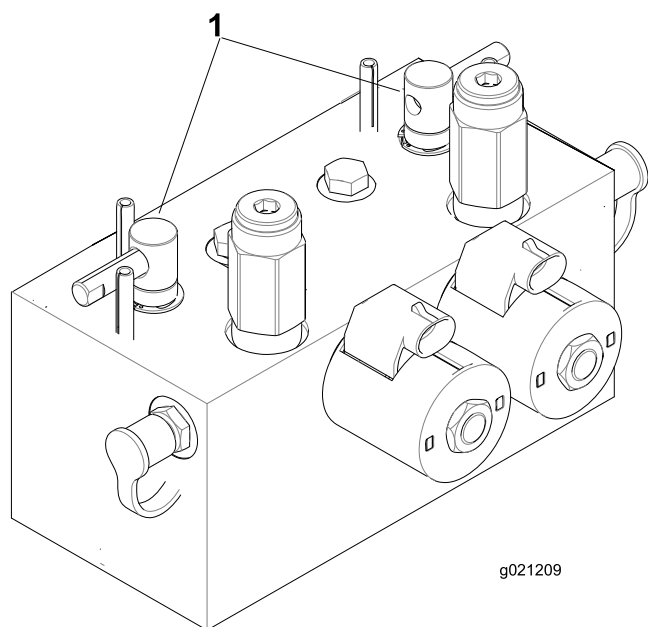

Figura 93
2. Desbloquee y levante el asiento para poder acceder a las palancas de autoafilado (Figura 93).
5. Seleccione la palanca de autoafilado correspondiente a los molinetes que desea autoafilar: delanteros, traseros o ambos (Figura 93).